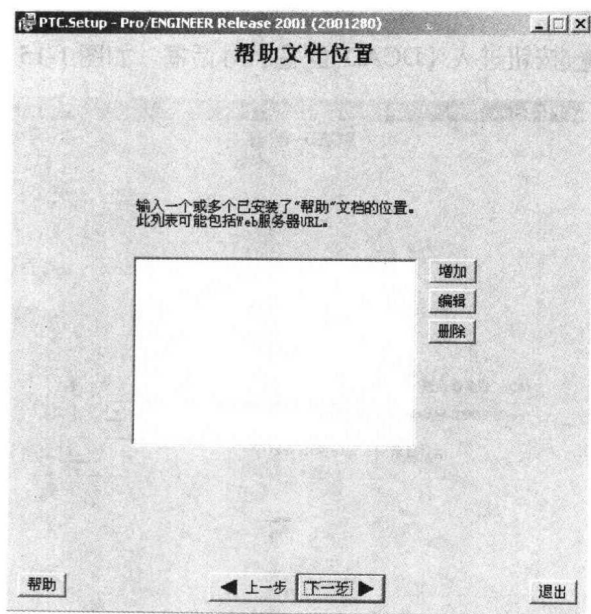

图 1-17 【帮助文件位置】对话框
- (20) 接受其中的默认设置, 继续单击 **下一步 >** 按钮, 进入【帮助文件位置】对话框, 如图 1-17 所示。